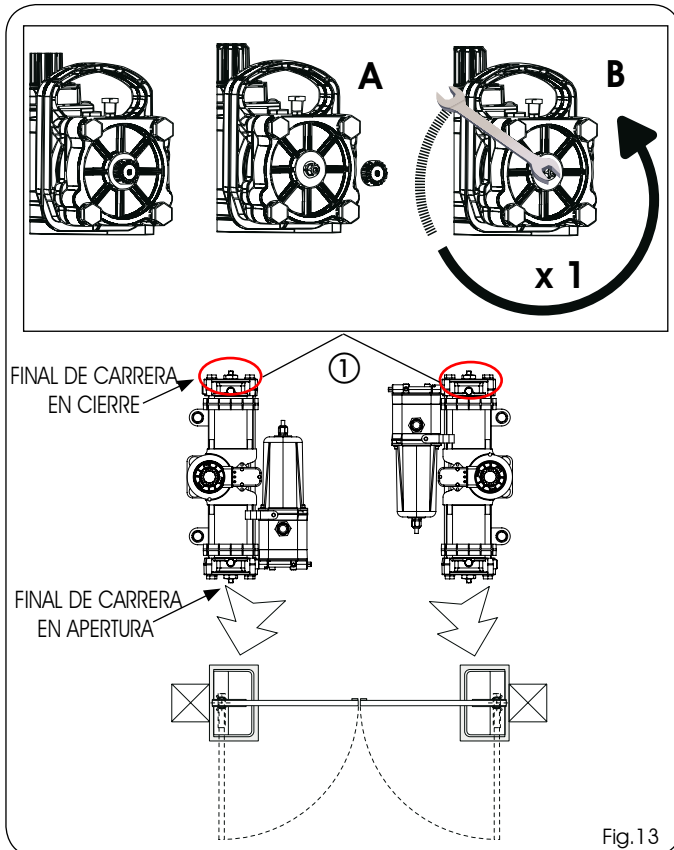

Fig.13
- 3) En el operador, destornille el tapón (Fig.13 ref. A) del tornillo de final de carrera en cierre (Fig.13 ref. 1) y compruebe que el tornillo esté completamente atornillado.
- 4) Destornille una vuelta el tornillo de final de carrera (Fig. 13 ref. 1) en cierre (**IMPORTANTE PARA EL CORRECTO ACOPLAMIENTO PIÑÓN-DESBLOQUEO MECÁNICO EN FASE DE MONTAJE**).